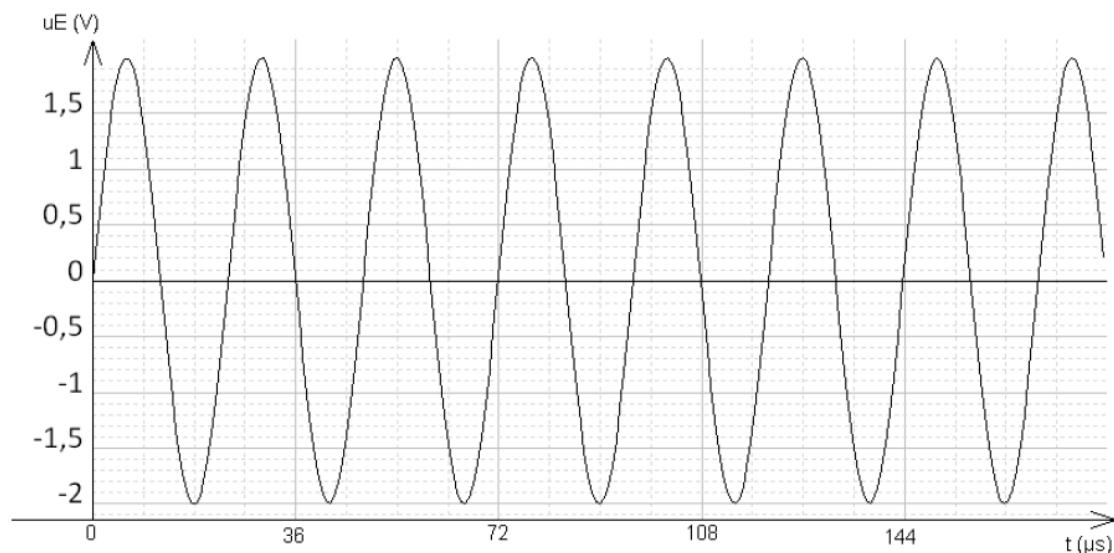

Figure 1
1.1. Déterminer, le plus précisément possible, la période T du signal représenté sur la figure 1.